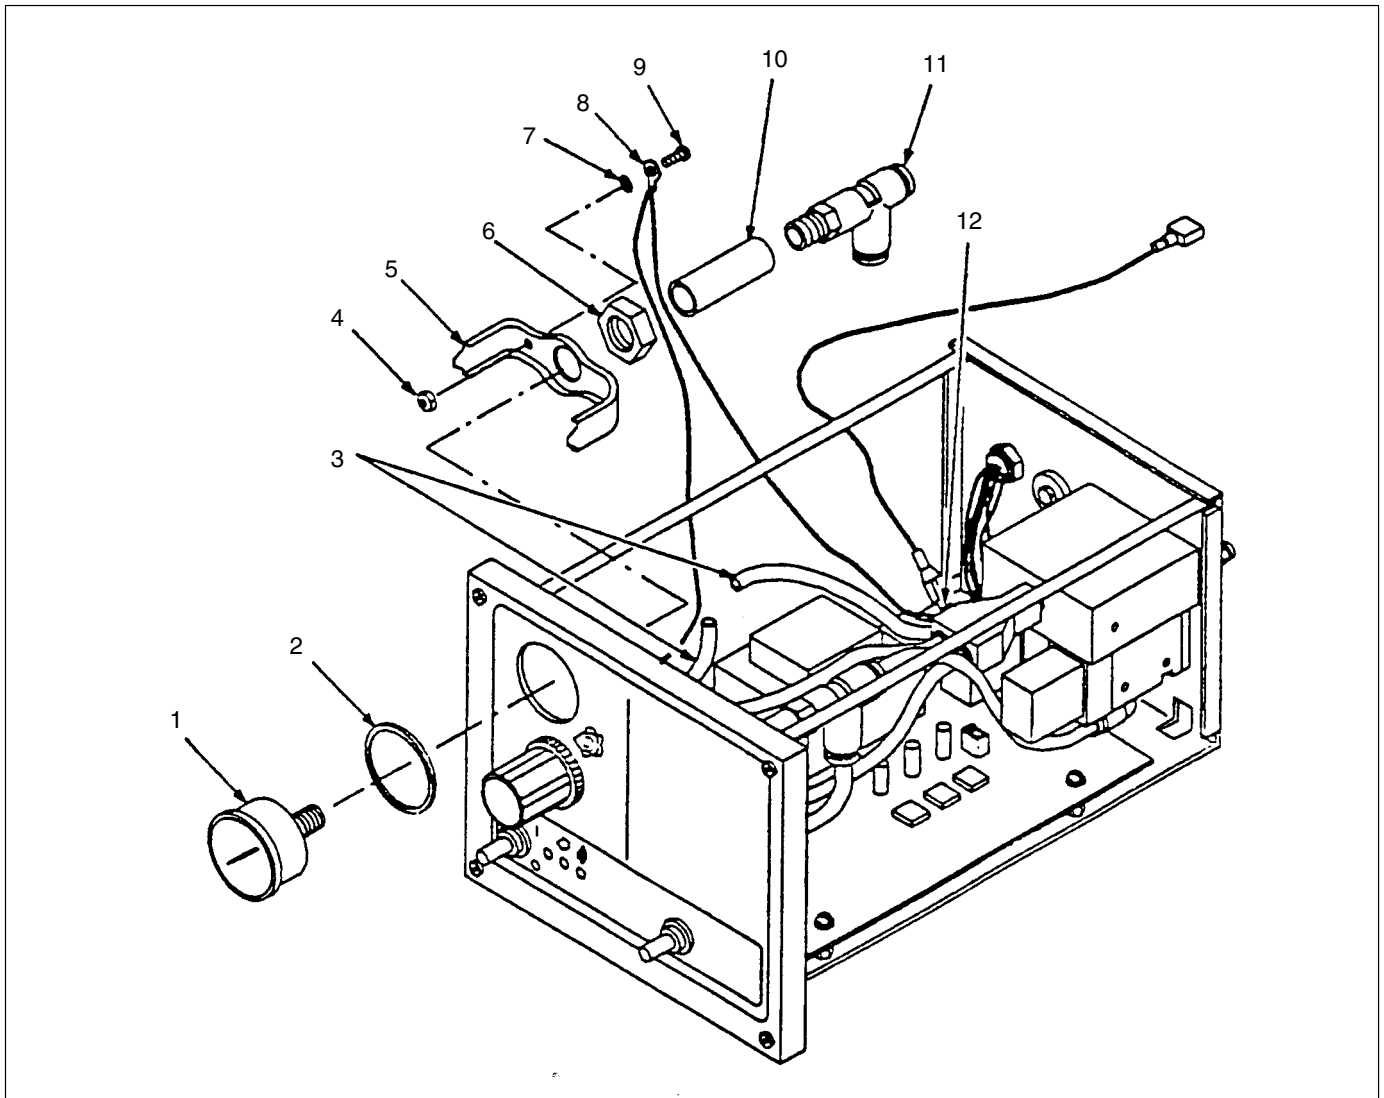

Bild 6-3 Byte av manometer
2. Se bild 6-3. Skruva loss skruvarna (9), tandbrickorna (7), muttrarna (4) och jordledaren (8) från manometerens hållare (5).
3. Koppla loss luftslangarna (3) från T-kopplingen (11).
4. Tag av T-kopplingen och skarven (10) från manometern (1).
5. Tag av muttern (6) och hållaren (5) från manometern.
6. Tag ut manometern och packningen (2) från frontpanelen. Spara packningen för återanvändning om den inte är skadad.